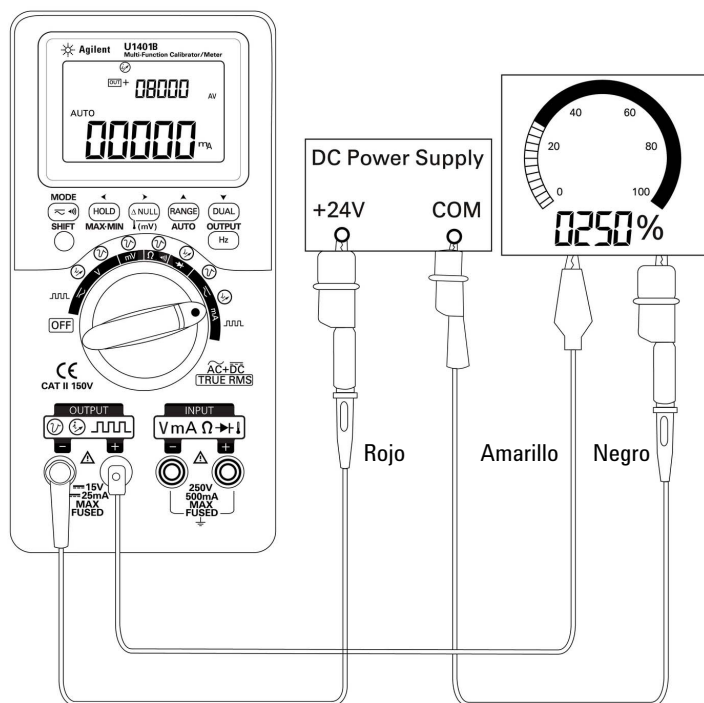

Figura 5-2 Simulación de salida mA
- 2 Conecte el cable de prueba amarillo especial entre la terminal de salida positiva del instrumento y la terminal positiva del dispositivo de medición en el bucle de corriente. Consulte la Figura 5-2 en la página 89.